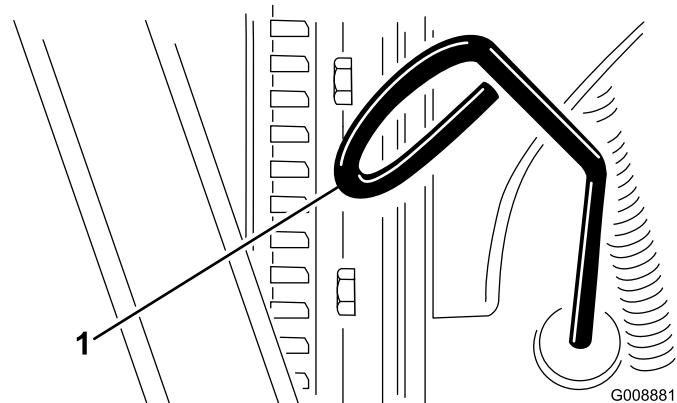

Figure 21
3. Retirez la jauge, essuyez-la sur un chiffon et remettez-la en place (Figure 21).